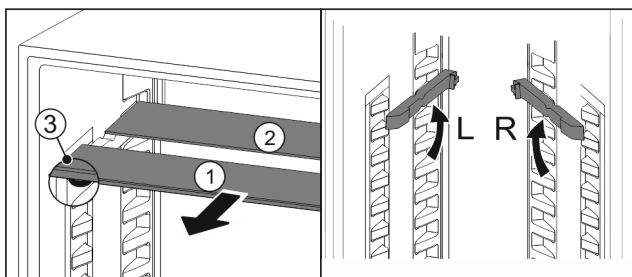

Fig. 54
- Skleněné desky jednotlivě vytáhněte dopředu Fig. 54 (1).
- ▷ Skleněná deska Fig. 54 (1) s ozdobnou lištou leží vpředu.
- ▷ Zarážky Fig. 54 (3) směřují dolů.